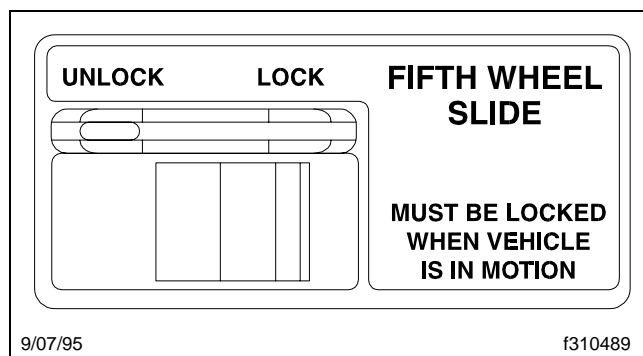

Fig. 10.6, Commande de la cabine, mécanisme coulissant de la sellette d'attelage
- 2.1 Pour les modèles à commande pneumatique, placez l'interrupteur de commande situé dans la cabine (**figure 10.6**) sur UNLOCK (déverrouillage).